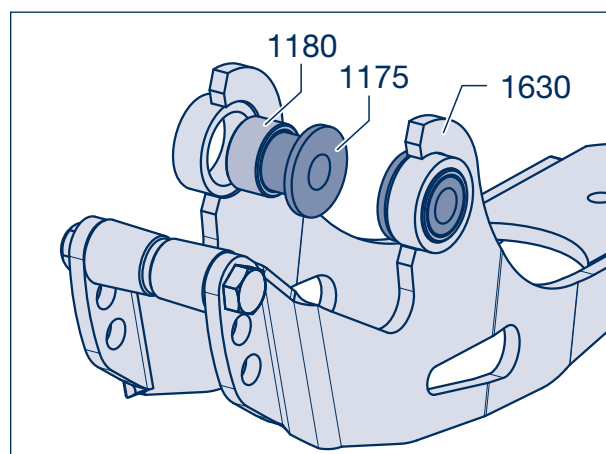

Рисунок 14
- [17] Вставить палец уха рессоры до конца кронштейна пневматической подвески. Проследить за тем, чтобы на втулке (1005) в направляющем рычаге подвески (1000) были установлены защитные шайбы (1525) (см. рис. 14 на стр. 38).